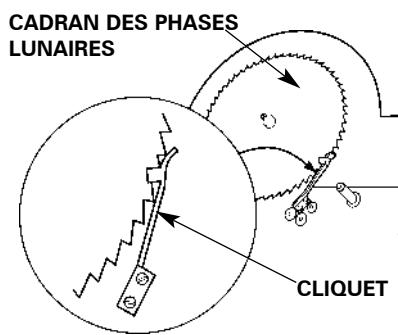

Figure 22
6. Est-ce que le ressort de click à l'arrière du cadran est dans la bonne position ? (Fig. 22)
Si vous n'arrivez toujours pas à faire tourner le cadran lunaire, il se peut que le ressort de cliquet ne soit pas aligné. Les cadrants lunaires ne sont pas tous dotés d'un ressort de cliquet, mais vous pouvez facilement savoir si le vôtre en est doté. Ce ressort se trouve à l'arrière du cadran lunaire. Vous pouvez facilement le localiser en regardant par les panneaux d'accès latéraux, par les portes à charnières ou encore par le panneau d'accès arrière amovible consultez la Figure 22). Au moyen de votre doigt, éloignez le ressort de cliquet d'environ ½ po (1 cm) de la roue dentée du cadran lunaire, puis relâchez-le. Le ressort de cliquet et le cadran devrait se réaligner correctement. Si le ressort de cliquet est bien placé, mais que vous sentez toujours une résistance lorsque vous tentez de faire tourner le cadran lunaire, **NE FORCEZ PAS LE MÉCANISME**.